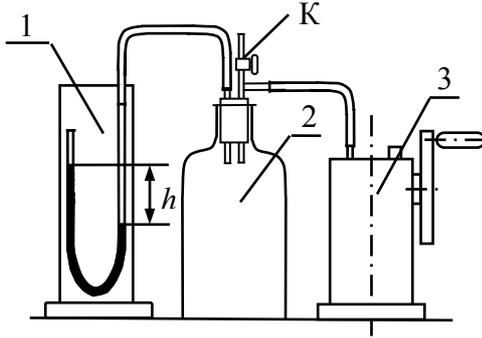

Рис.3
Пусть в закрытом, стеклянном баллоне 2 (рис. 3) находится исследуемый газ при комнатной температуре  $T_0$  и давлении  $P_1$  выше атмосферного на  $h_1$ :
Установка Клемана-Дезорма, схема которой приводится на рис. 3, состоит из толстостенного стеклянного баллона 2, снабженного краном К. Баллон с помощью трубок присоединяется к насосу 3 и U-образному манометру 1, служащему для измерения избыточного по сравнению с атмосферным давлением воздуха в баллоне. Так как в формулу (7) входит отношение давлений, непосредственно можно использовать разность высот жидкости в коленях манометра.